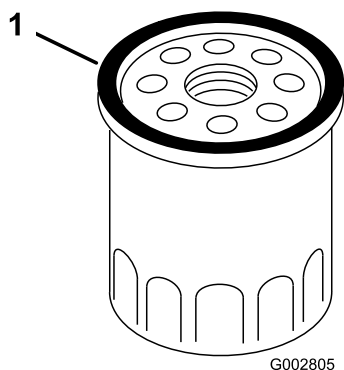

Figure 26
7. Avec les doigts, appliquez de l'huile sur le joint du nouveau filtre (Figure 26).